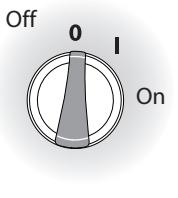

Fig. 14
- Asegúrese de que la perilla de EN/LEJOS está en el “DE” posición. El interruptor del poder tiene símbolos internacionales para “en” y “lejos” : En (--) Lejos (O). (Fig. 14)
- Gire la esfera a “EN” (Fig. 14) El motor y la bomba ahora deben ser corridos y deben ser proporcionado un rocío poderoso.